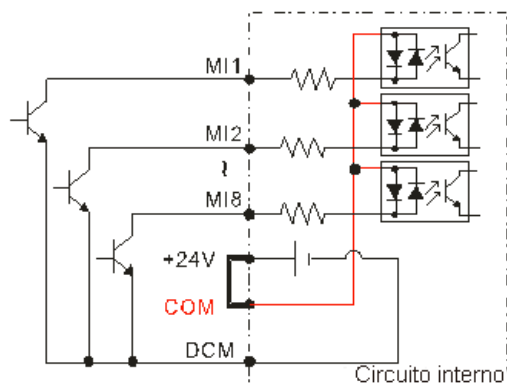

Figura 6-2
③ Modo Sink com alimentação externa
④ Modo Source com alimentação externa
- Quando o fotoacoplador usa fonte de alimentação interna, a conexão da chave para os modos Sink e Source é como na Figura 6-2 e na Figura 6-3: MI-DCM: Modo Sink, MI+24V: Modo Source.